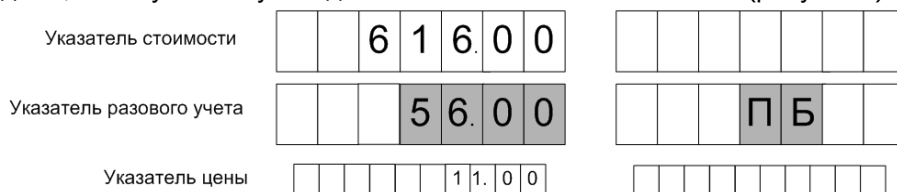

Рисунок 6
11.2 Доза на ОУ задается оператором с помощью СУ. В начале нового налива, когда колонка готова к отпуску топлива, мигающими символами в средней строке ЖКИ отображается значение заданной дозы, а в случае отпуска "до полного бака" – символы "ПБ" (рисунок 6).